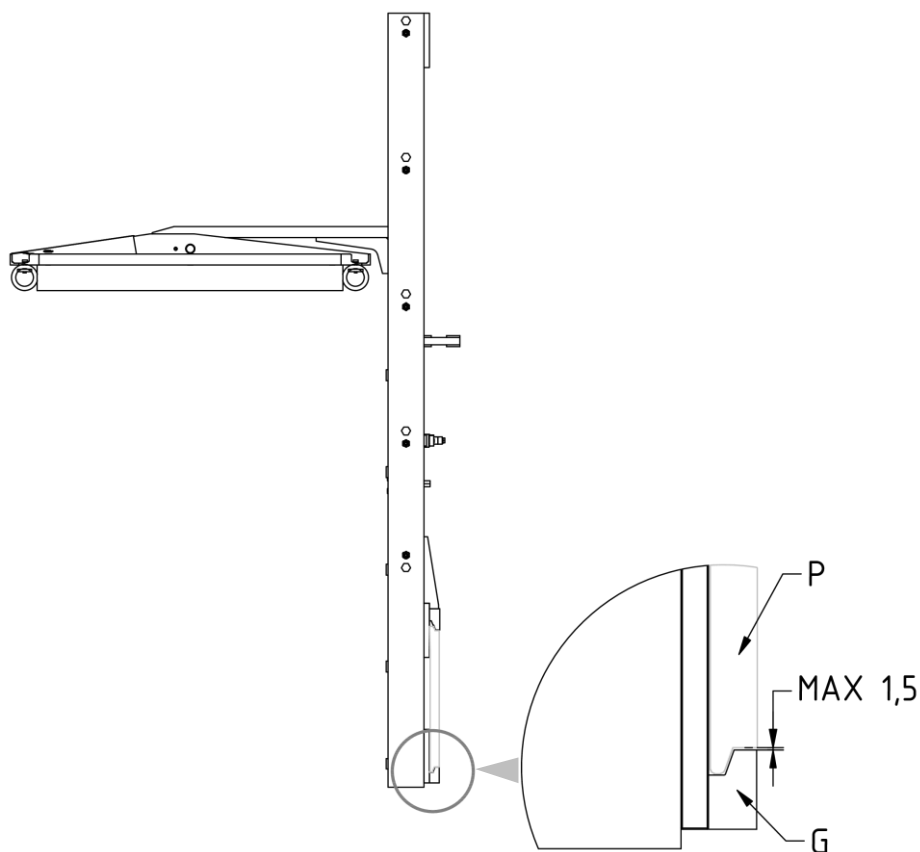

Figura 4
7. Atornillar los dos ganchos inferiores **G** para que su cuerpo quede enganchado debajo a la placa porta horquillas **P** (con un juego máximo de 1,5 mm mira *Figura 4*), apretando con el par de apriete indicado en la *Tabla 3*.
3. Verificar la holgura entre la parte inferior de la plancha porta horquillas y los ganchos inferiores del implemento, verificando que sea como se indica en *Figura 4* (pag.10) y, si es necesario, intervenir en el apriete de los tornillos que los sostienen.